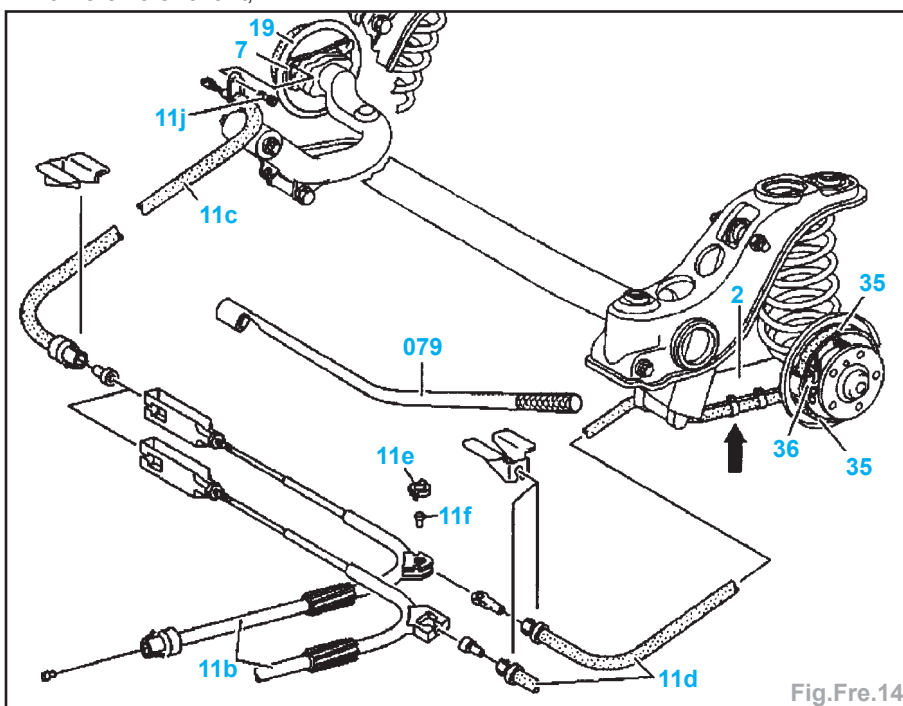

Fig.Fre.14
- Déposer les segments (35) du frein de stationnement à gauche et à droite (Fig.Fre.14).